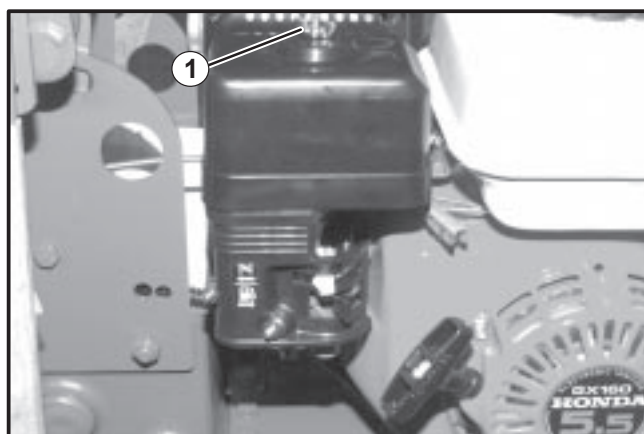

FIGURA 11
14. En los motores Honda, afloje y quite la tuerca mariposa que asegura la cubierta del depurador de aire. Retire la cubierta y el elemento para permitir el acceso a la válvula de regulación. Vea la Figura 11.